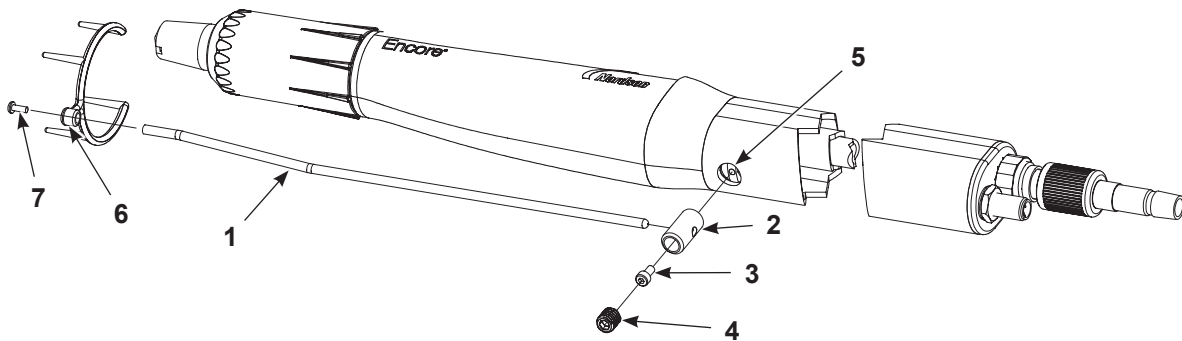

Figura 3-5 Instalación del colector de iones - Pistola de aplicación de montaje en tubo (para mejor entendimiento, algunas piezas no se muestran)
NOTA: Se debe instalar el orificio de montaje del colector de iones en la parte delantera de la pistola de aplicación según la Figura 3-5. Si se ha instalado el agujero del colector de iones en la parte trasera, se debe invertir el tubo de montaje para permitir el acceso a la placa de conexión a tierra en el conjunto del cuerpo posterior. En caso necesario, llevar a cabo los pasos 1- 7 del procedimiento de desmontaje de la pistola de montaje en tubo de la Página 7-2 para extraer el tubo, después girarlo y reensamblar la pistola de aplicación.
1. Ver la Figura 3-5. Retirar el tapón del orificio de montaje (5) si es aplicable.
2. Fijar el soporte (2) a la placa de conexión a tierra con el tornillo de cabeza hueca (3).
3. Insertar la varilla del colector (1) en el soporte y asegurarla con el tornillo de ajuste M10 x 10 de nailon (4).
4. Fijar la punta multipunto (6) a la varilla del colector utilizando el tornillo M3 x 8 (7).